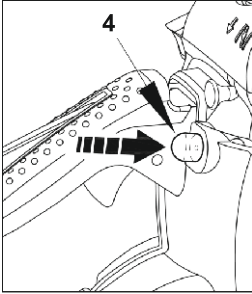

Рис. 6.3
7. Нажимайте на праймер для предварительной подкачки топлива (рис. 6.3 поз. 4) до тех пор, пока не увидите, что топливо начало циркулировать.